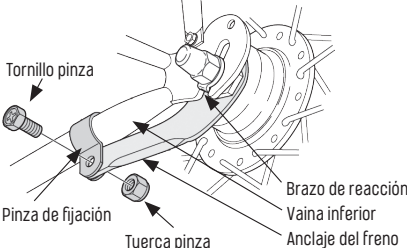

Fig. 3/31 Anclaje del freno. Fuente: Shimano
- El freno a contrapedal dispone de un anclaje («Fig. 3/ Anclaje del freno. Fuente: Shimano») que se apoya en la vaina inferior del cuadro. Para garantizar que el anclaje del freno funcione correctamente, se debe montar firmemente con una pinza de sujeción o directamente en la vaina inferior.